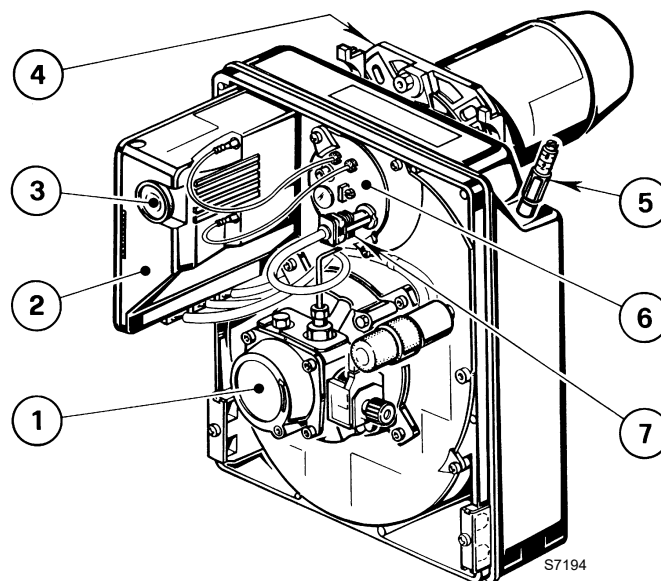

Fig. 1
C Signalée par le LED sur la boîte de commande et de contrôle (3, Fig. 1, à la page 1).
- Effectuer le nettoyage de le capteur flamme, (7, Fig. 1, à la page 1).